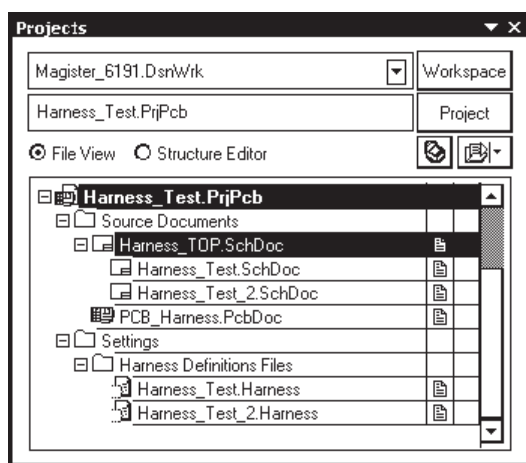

Рис. 4.33. Иерархия документов проекта
5. Выполнить компиляцию проекта. Схемные документы проекта выстраиваются в иерархию (рис. 4.33).